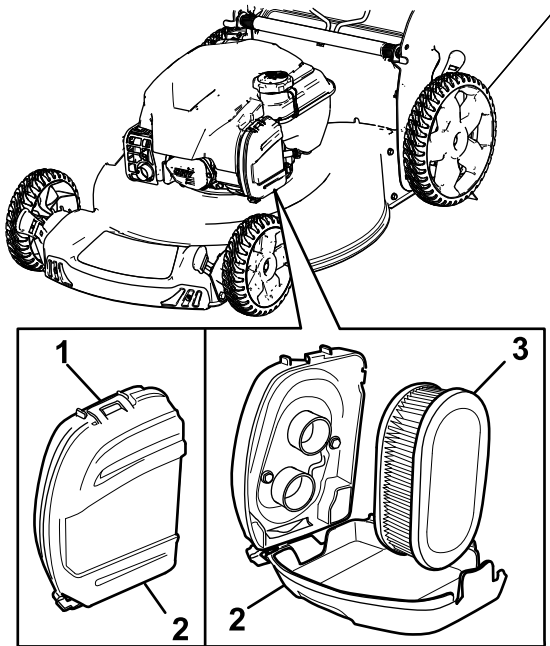

Figura 24
- Desprindeți partea superioară a capacului filtrului de aer (Figura 24).
- Îndepărtați filtrul de aer (Figura 24).